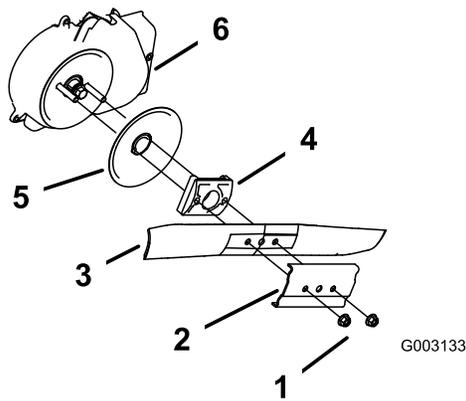

図 25
3. ブレードナット2個とスティフナを取り外す **図 25**。
4. ブレードを取り外す 図 25。
5. ブレードドライバとディスクを取り外す 図 25。
6. ブレードブレーキのクラッチのシールドを外す 図 25。
10. ブレードとスティフナを元通りに取り付ける 図 25。